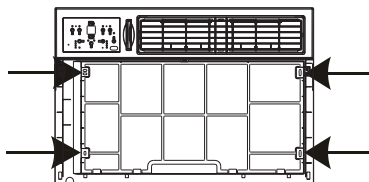

Fig.2
3. Localisez les quatre vis avant et retirez-les. Ces vis seront nécessaires pour réinstaller le panneau avant (voir Fig. 2).